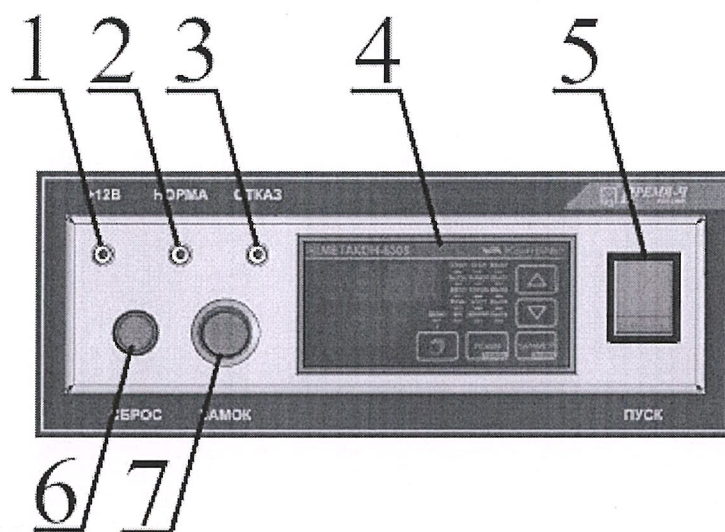

Рисунок 12 – Вид органов управления и контроля, расположенных на передней панели изделия
- включить выключатели ПУСК и ЗАМОК, расположенные на передней панели изделия (рисунок 12, поз. 5 и 7);